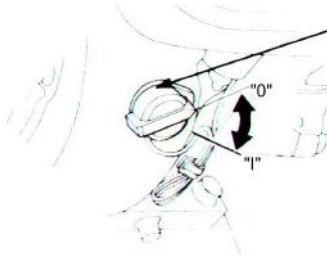
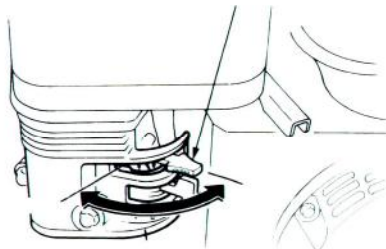

Rys. 2
Rys. 3
4.2.1. Przed przystąpieniem do pracy należy uzupełnić stan paliwa w zbiorniku, przekręcić pokrętko wyłącznika zapłonu na silniku w pozycję "I"- włączone (rys.3), odbezpieczyć wyłącznik awaryjny na szczycie dyszla (Rys. 2) pokręcając w lewo tak, żeby czerwony przycisk wyłącznika wysunął się, otworzyć dopływ paliwa ze zbiornika za pomocą dźwigni dolnej (rys.4), włączyć ssanie za pomocą dźwigni górnej zgodnie ze wskazaniem strzałki (rys.5) i uruchomić silnik przez pociągnięcie rączki rozrusznika (rys.6).